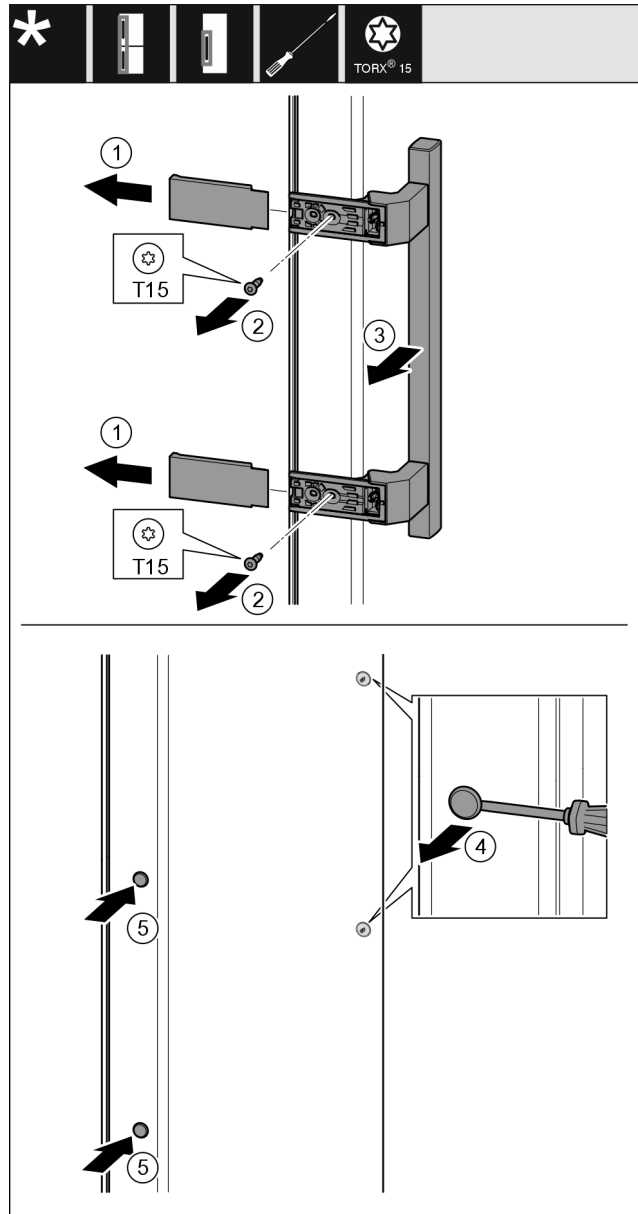

Fig. 24
- ▶ Afdekking Fig. 24 (1) wegtrekken.
- ▶ Schroeven Fig. 24 (2) met een schroevendraaier er uit draaien.
- ▶ Greep Fig. 24 (3) wegnemen.
- ▶ Til de zijplug voorzichtig Fig. 24 (4) op met een platte schroevendraaier en trek hem er uit.
- ▶ Plug Fig. 24 (5) aan de andere kant er weer insteken.